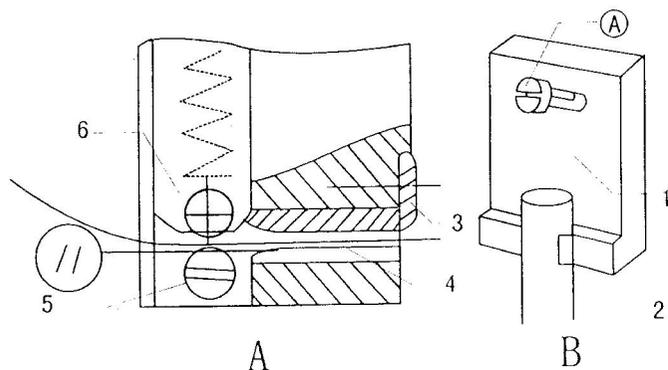

Рис.10
На рис. 10а показано как нужно отрегулировать положение нижнего эксцентрического прижимающего ролика (5) в отношении к центральной оси отверстия режущего устройства (4), иначе, если он будет расположен слишком высоко или низко, проволока будет гнуться. Чтобы избежать этого необходимо отрегулировать нижний эксцентрический ролик (5). Необходимо отрегулировать эксцентрический винт А (рис. 10в) в том случае, если резак (3) не может резать проволоку или лезвие выступает над отверстием (обычно более 0,5 мм.).